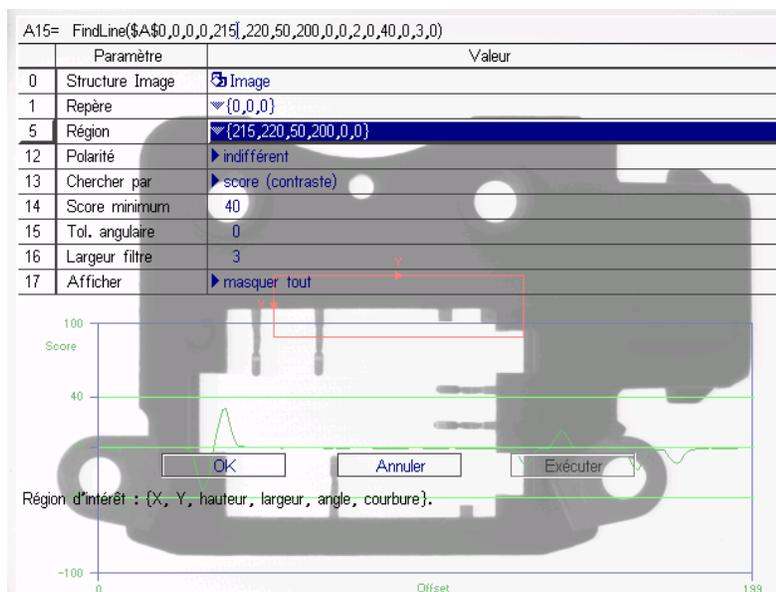

Figure 8-9. Feuille de propriétés FindLine
3. Sous **Outils de vision**, sélectionnez **FindLine** dans la sous-catégorie **Edge** pour ouvrir la feuille de propriétés FindLine (voir Figure 8-9. Feuille de propriétés FindLine).